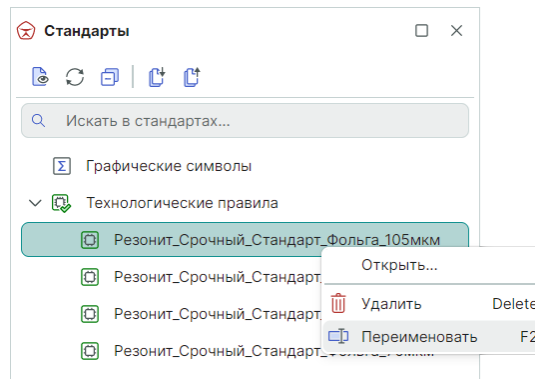

Рис. 148 Переименование шаблона технологических правил
2. Вызовите контекстное меню и выберите команду «Переименовать», см. Рис. 148. Для данного действия также задана горячая клавиша «F2».